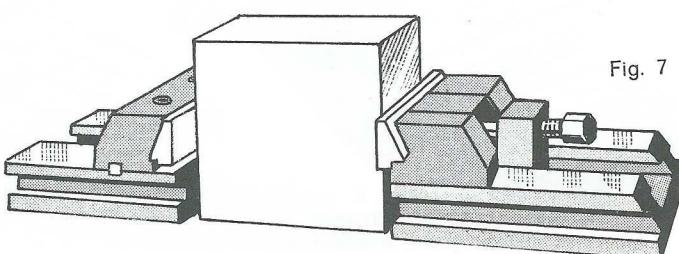

Fig. 7
- Par retournement du mors fixe, fig. 7, prise de pièces très hautes avec repos sur table.